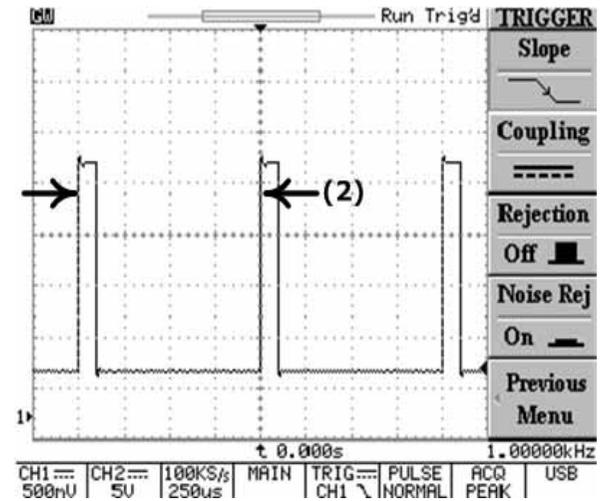

图 5-11 负向脉冲触发
- (2) 选择负向触发时，如比较条件符合，触发发生在脉冲由低变高的范围内。见图 5-11